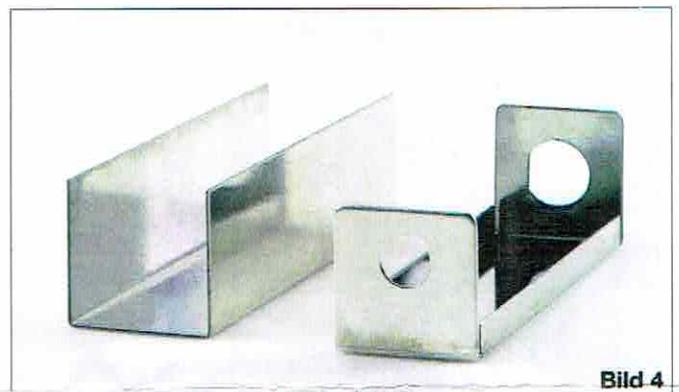

Bild 4
- ein Weißblech-Filtergehäuse FG3B-S (Bild 4),